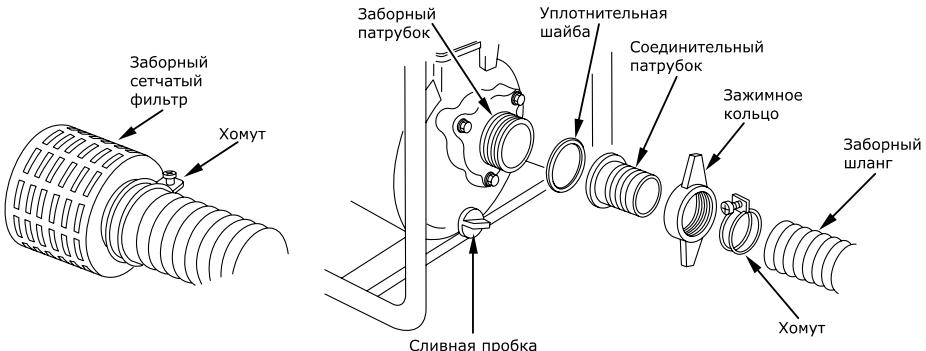

Рис. 11
- Заполните насосную часть помпы пресной водой. Установите заборный рукав с заборным фильтром. Убедитесь, что выпускной рукав закреплен и не открыт (рис. 11, 12).
пресной водой. Установите заборный рукав с заборным фильтром. Убедитесь, что выпускной рукав закреплен и не перекрыт (рис. 11, 12).
- подсоедините заборный сетчатый фильтр к заборному рукаву при помощи хомута (рис. 11).
- слейте воду из выпускного шланга и корпуса мотопомпы через сливную пробку (рис. 11).